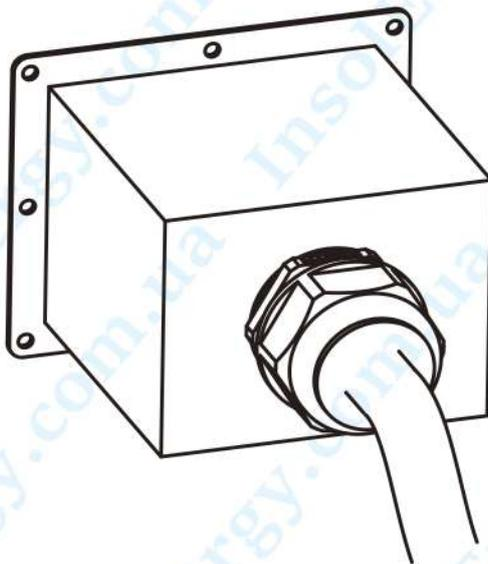

Рис. 5.11 Затягування розподільної коробки змінного струму
3) Прикрутіть кришку підключення змінного струму назад до корпусу і затягніть всі гвинти щоб затягнути водонепроникний захисний роз'єм, як показано на Рис. 5.11.